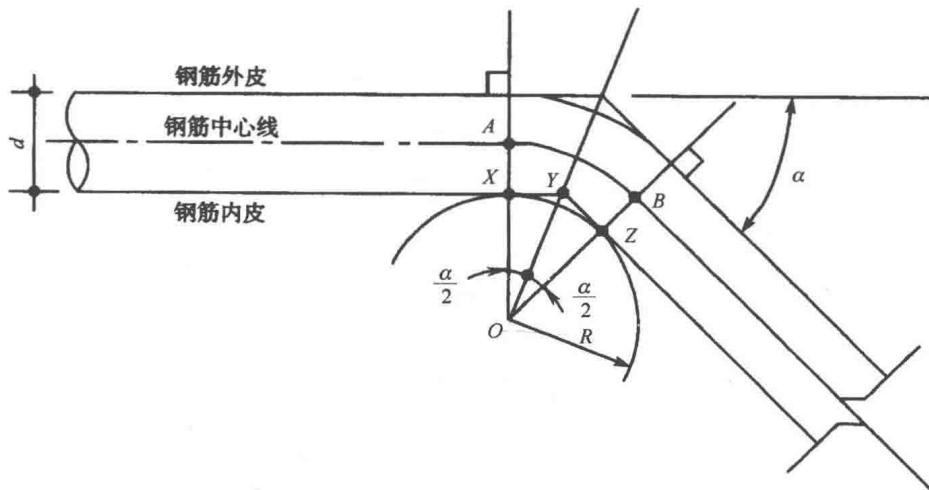

图 1-11 小于或等于 90° 钢筋弯曲内皮差值计算示意图
小于或等于 90°钢筋弯曲内皮差值计算示意图如图 1-11 所示。
(1) 根据图 1-11 原理求证, 当 $R=2.5d$ 时, 30° 钢筋的内皮差值系数:
(2) 根据图 1-11 原理求证, 当 $R=2.5d$ 时, 45° 钢筋的内皮差值系数:
(3) 根据图 1-11 原理求证, 当 $R=2.5d$ 时, 60° 钢筋的内皮差值系数:
(4) 根据图 1-11 原理求证, 当 $R=2.5d$ 时, 90° 钢筋的内皮差值系数: